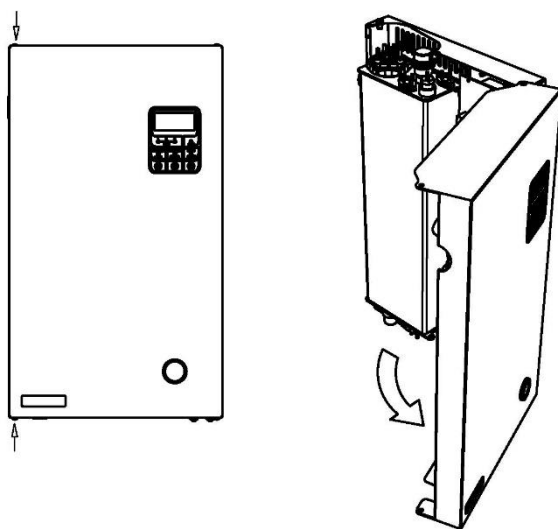

Рис. 2
- 4.1 Для открытия крышки кожуха допускается откручивать только винты, указанные стрелками на Рис. 2.